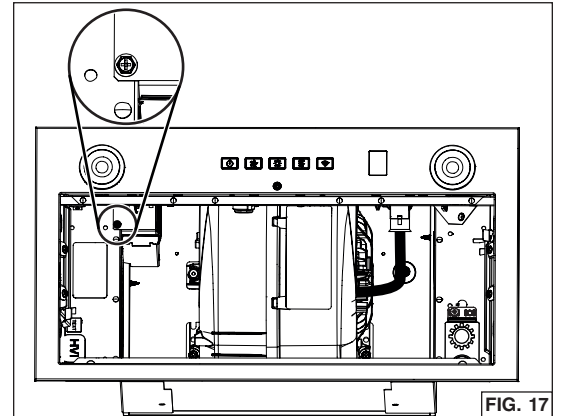

FIG. 17
5. Retirer et se défaire de la vis encrêlée dans la FIG. 17.